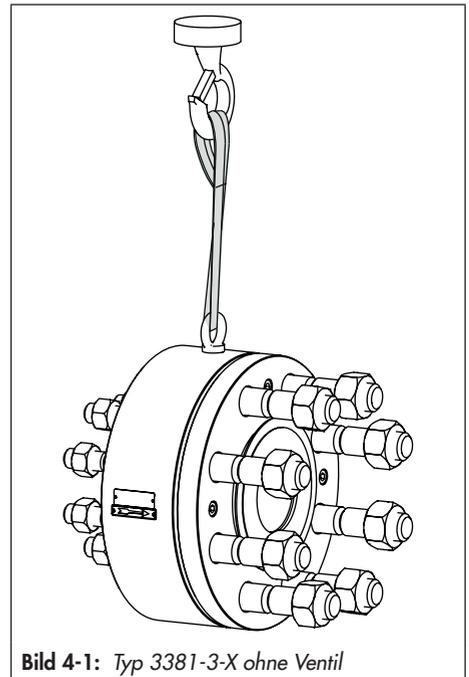

Bild 4-1: Typ 3381-3-X ohne Ventil
- Als Tragmittel einen Haken mit Sicherheitsverschluss verwenden (vgl. Bild 4-1), damit die Anschlagmittel beim Heben und Transportieren nicht vom Haken rutschen können.
1. Hebeschlinge an der Hebeöse/Ringschraube des Drosselschalldämpfers und am Tragmittel (z. B. Haken) des Krans oder Gabelstaplers anschlagen, vgl. Bild 4-1.